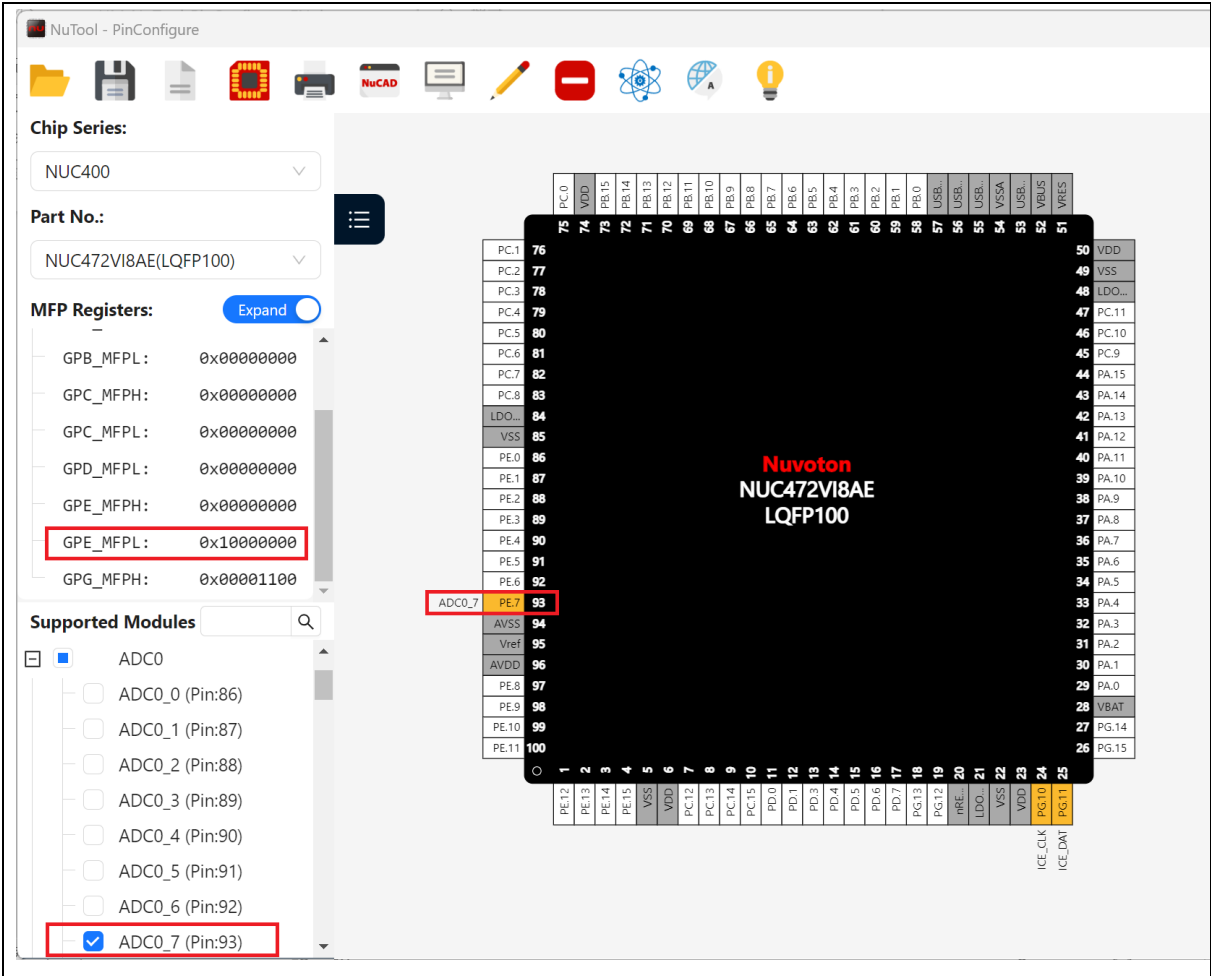

图 4-9 通过个别管脚配置 ADC0_7 的结果
- 2. 移动鼠标到选项中，并且点击想要的功能。单独的管脚设定完成之后，此时在树状图与MFP寄存器也会同步更新(参照图 4-9)。